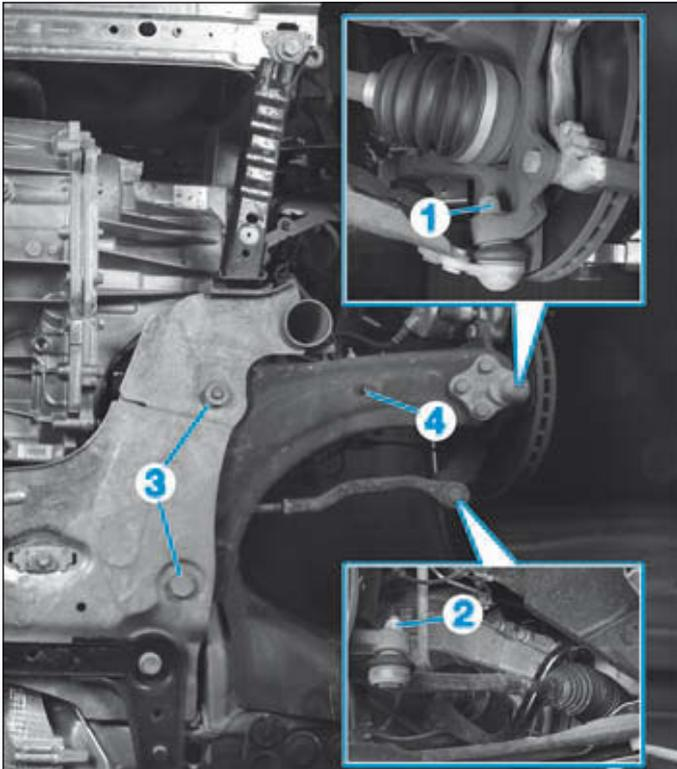

FIG.11
- Déposer l'écrou (1) de la rotule du pivot (**Fig.11**).
- l'écrou (2) de la biellette de direction,
- les deux boulons (3),
- le bras inférieur (4).